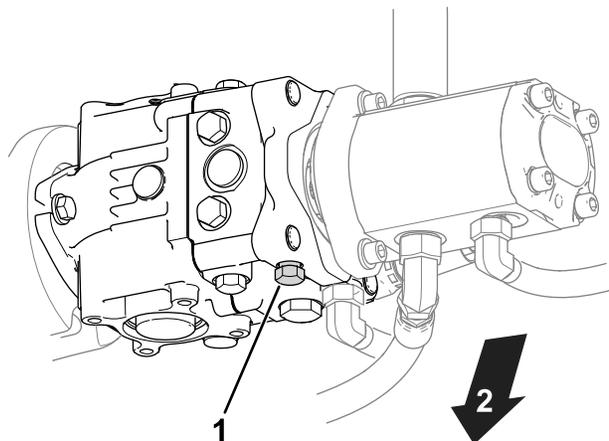

図 28
1. 油圧ポンプについているバイパスバルブを探し出す 図 28。